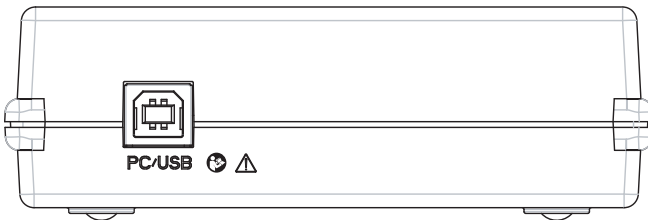

图 1
- 通过附带的 USB 电缆，将 HI-PRO 2 背面的 USB 连接器与个人计算机 (PC) 上的 USB 端口相连。见图 1。